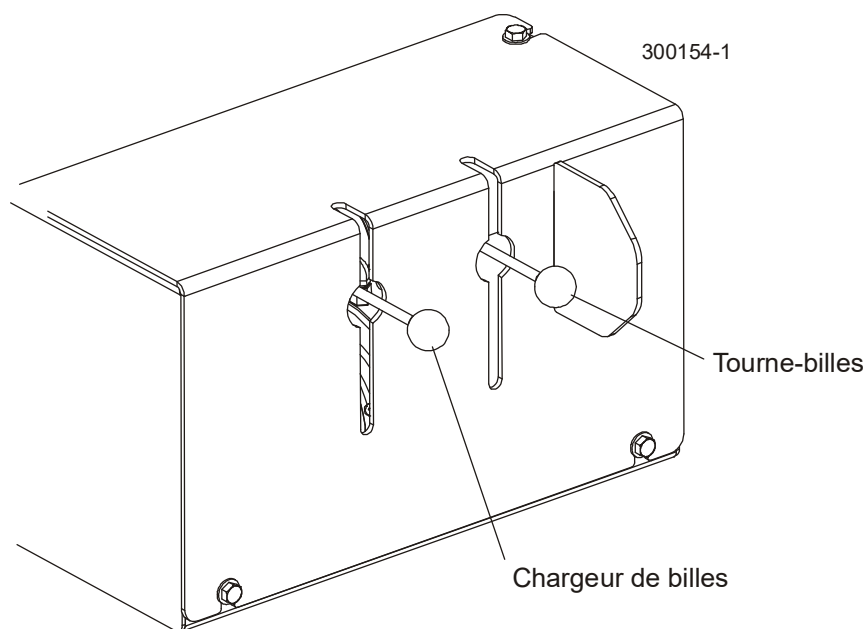

FIG. 4-1
**Voir Figure 4-1.** L'option de double fonction pour la commande hydraulique permet à l'opérateur de charger et tourner les billes sur la scierie en utilisant les leviers de commande.